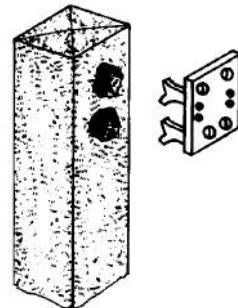

рис. 11
- Если рама (столб) деревянная, то кронштейн крепится внутрь рамы (столба) с помощью привариваемых к нему сзади Z-образных крючков (рис. 11).